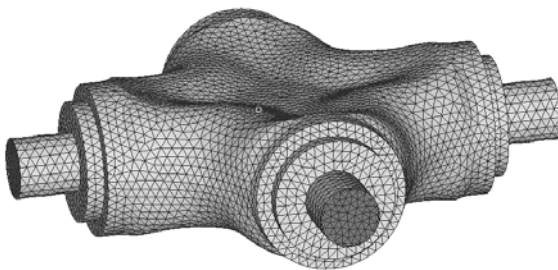

图 5-198 仅显示体单元
(5) 单击 3D 单元后面的“1”，此操作将仅显示体单元，结果如图 5-198 所示。